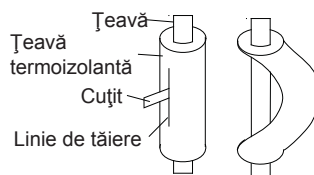

Fig.15
- (2). Nu îndoiți țeava la un unghi mai mare de 90°.
- (3). Atunci când țeavile sunt îndoit sau întinse în mod repetat este dificil să le mai îndoiți sau să le întindem. Nu îndoiți sau întindeți țeavile mai mult de trei ori.
- (4). Atunci când îndoiți țeava, nu o îndoiți așa cum este. Țeava se va rupe. În acest caz, tăiați țeava de izolare a căldurii cu un cuțit ascuțit așa cum este prezentat în Fig. 15, și îndoiți-o după expunerea țevii. După ce îndoiți țeava în forma dorită, asigurați-vă că puneți țeava termoizolantă înapoi pe țeavă, și fixați-o cu bandă adezivă
Țineți cheia dinamometrică de mâner, ținând-o în unghi corect față de țeavă așa cum se prezintă în Fig. 15, pentru a strânge corect piulița manșonului